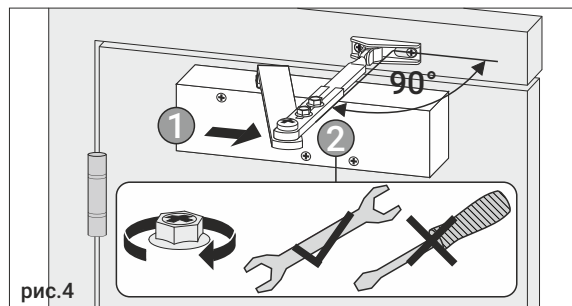

рис. 4
3. Сместите нерегулируемую по длине часть рычага в сторону от петель так, чтобы регулируемая телескопическая часть рычага расположилась под углом 90° к поверхности дверного полотна. Удерживая рычаг в таком положении, затяните (рис. 4) два шестигранных винта фиксации телескопической части рычага гаечным ключом (в комплект поставки не входит). Использование отвертки может привести к преждевременному износу винтов фиксации рычага. Убедитесь в надежности фиксации телескопической части рычага и в том, что рычаг располагается под углом 90° к поверхности дверного полотна.